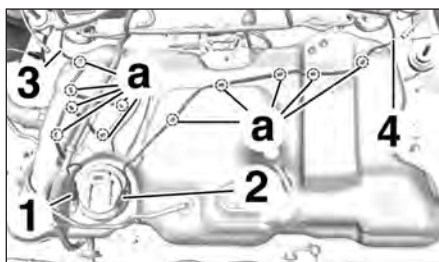

FIG.39
- Débrancher le connecteur (1) du faisceau du capteur de roue droit ou (2) du capteur de roue gauche (Fig.39).
- Dégrafer le faisceau du capteur de vitesse (3) ou (4) en (a).